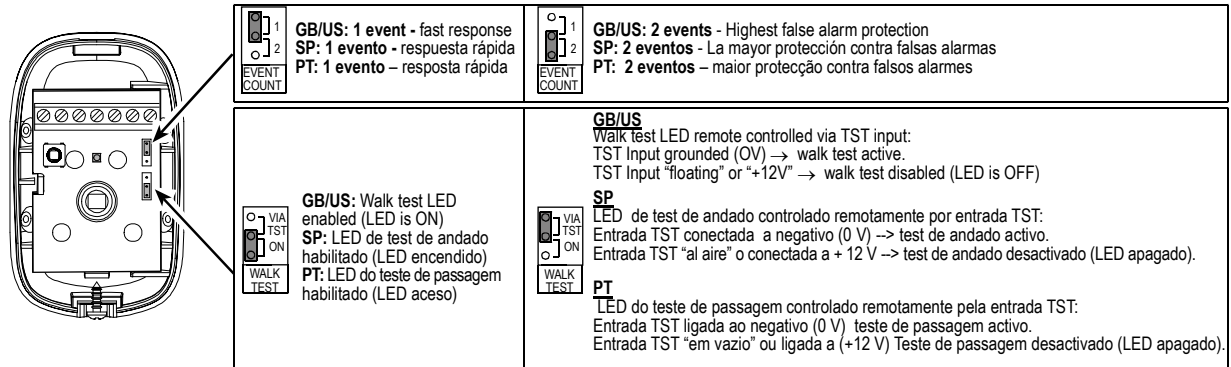

Fig. 5 - Jumpers Setting / Colocación de los jumper / Colocação dos jumpers
2. Configuración de jumpers - vea fig. 5.
2. Configuração dos jumpers - veja a fig. 5.